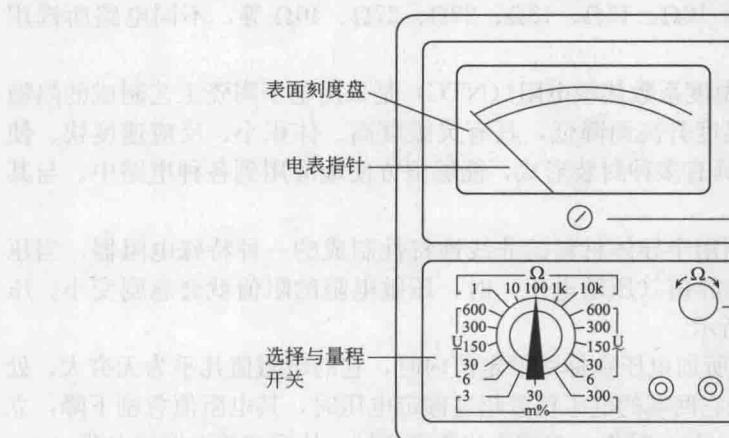

图 1-5 万用表调零
(1) 测量固定电阻值
① 将万用表的功能选择开关旋转到适当量程的电阻挡，将两表笔短路，调节“ 0Ω ”电位器，使表头指针指向“0”，然后再进行测量。如图 1-5 所示。注意在测量中每次变换量程，如从 $R \times 1$ 挡换到 $R \times 10$ 挡或其他挡后，都必须重新调零后再测量。